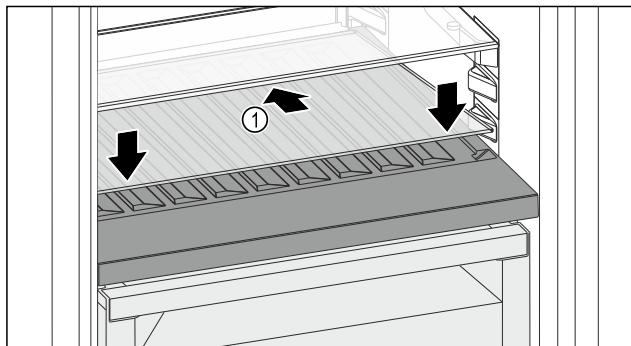

Fig. 100
- Поставете стъклена плоча Fig. 100 (1) косо и наклонена назад надолу.
- Спуснете стъклена плоча Fig. 100 (1) отпред.